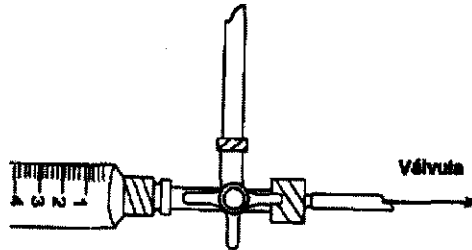

Figura A-2
4. Ajuste la válvula de seguridad para ligar la jeringa al conjunto de la válvula (figura A-2)